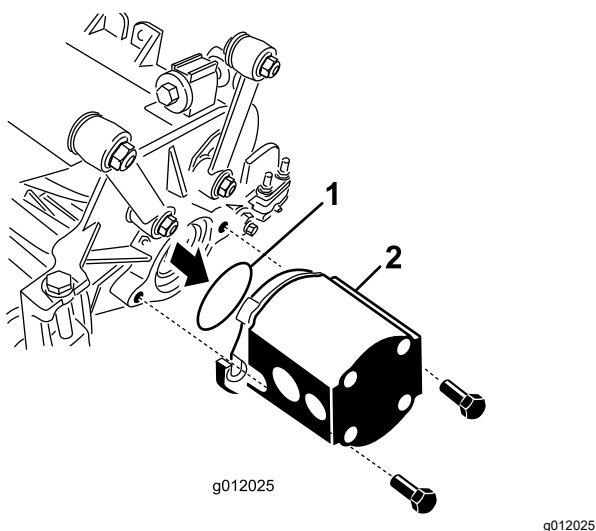

Figura 25
5. Inserite l'O-ring (in dotazione con l'apparato di taglio) sulla flangia del motore principale (Figura 25).
6. Montate il motore sul lato comando dell'apparato di taglio e fissatelo con le due viti a testa cilindrica a corredo (Figura 25).